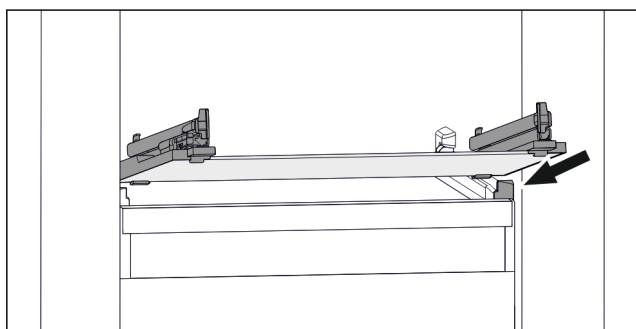

Fig. 69 Примерное отображение стеклянной пластины
- ▶ Наклоняя вниз, установите стеклянную пластину за стопоры. (см. Fig. 69)